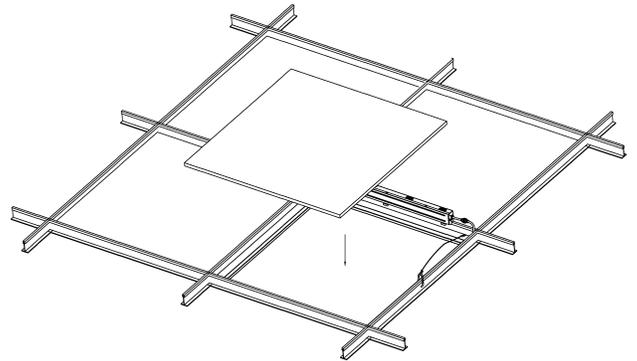

Figure 8
8. Place the ceiling tile back onto the ceiling grid and the installation is completed. (see Fig. 8)
8. Remplacez la dalle de plafond sur la grille de plafond et l'installation est terminée. (voir Fig. 8)